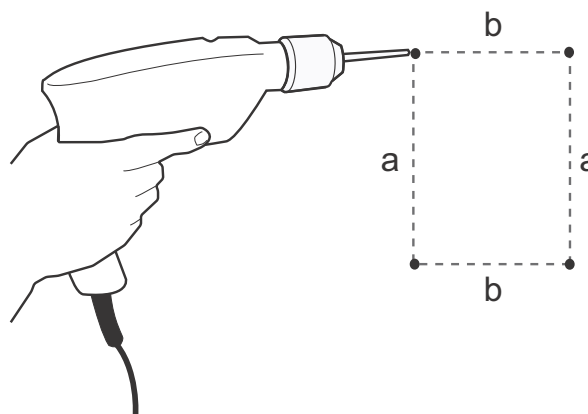

Рис. 7 Высверливание отверстий в стене
2. Просверлите отверстия. См. рис. 7.